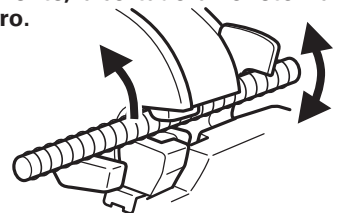

Fig. 7
2. Extracción de la varilla durante la operación de corte. (Fig. 7)
Si así sucede, podrá tirar del interruptor de disparo otra vez y cortar la varilla o bien liberar la varilla volviendo a poner la cortadora superior en la posición inicial mediante el siguiente procedimiento. (Fig. 7)